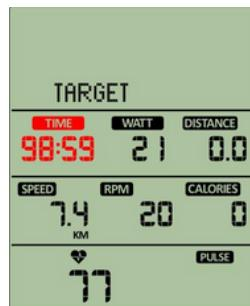

Figura 39
- c. Al presionar ENTER, la matriz mantiene la palabra 'TARGET' encendida, el ÍCONO de TIEMPO y los valores comienzan a parpadear, iniciando la cuenta regresiva (Figura 39).